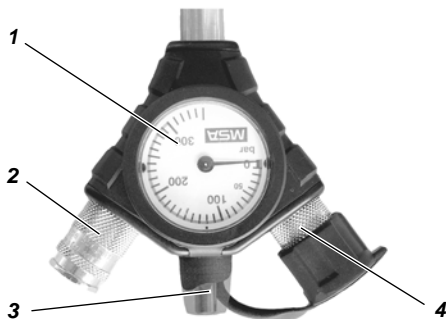

Fig. 3 Conjunto de manómetro
O conjunto de manómetro (consulte a Fig. 3) está ligado ao final do tubo multicanais. É composto pelo próprio manómetro (1), pelo acoplamento para a válvula de entrada de ar controlada pelos pulmões (2), assim como por um dispositivo de aviso acústico (3) (apito sinalizador). Activa um sinal de aviso contínuo quando a pressão do cilindro desce abaixo dos 55 ± 5 bar. A segunda ligação (4) liga uma segunda válvula de entrada de ar controlada pelos pulmões (por exemplo, um conjunto de segurança).